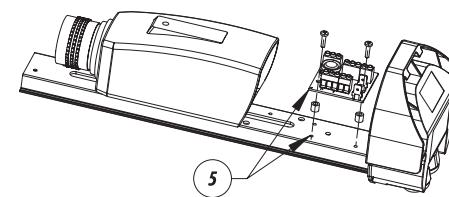

Fig. 3
- Fissare il circuito stampato utilizzando i fori predisposti sulla slitta interna nei pressi del fondo posteriore (Fig. 3, punto 5).
- Fixer le circuit imprimé en utilisant les orifices prévus sur la glisseuse interne à proximité du fond postérieur (Fig. 3, point 5).
- Fix the PCB using the prepared holes on the inner slide near the back (Fig. 3, point 5).
- Die Druckschaltung in den Löchern des Innenschlittens in der Nähe der hinteren Abdeckplatte befestigen (Fig. 3, Punkt 5).